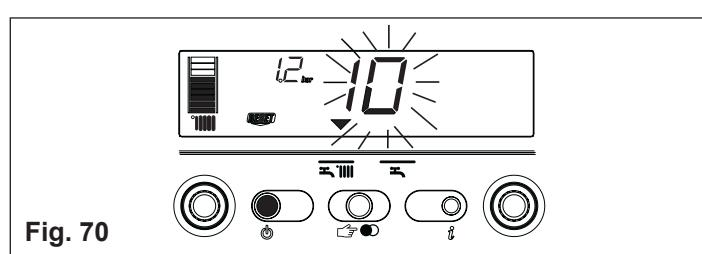

Fig. 70
2) Affichage uniquement de l'icône (fig. 70)